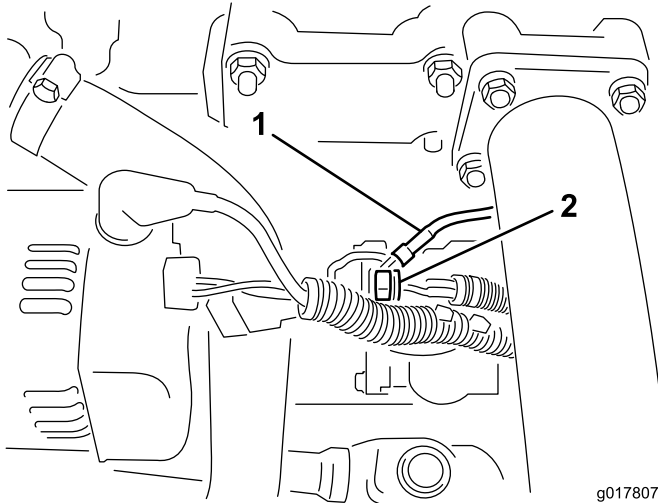

Figure 4
8. Localisez le solénoïde de démarreur sur le côté gauche du moteur. Connectez le câble rouge du faisceau d'alimentation à l'avant du solénoïde (Figure 4).